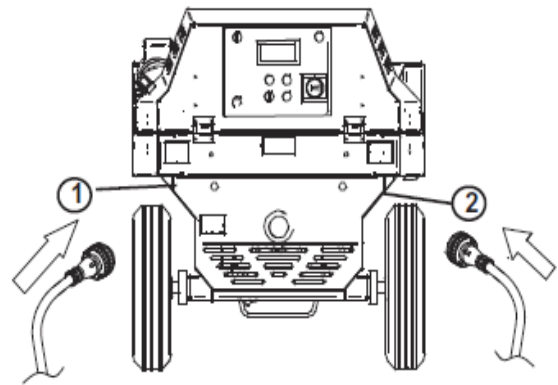

FIG.6
Fonctionnement : après avoir positionné et branché la machine et avant de verser le matériau dans la trémie, positionner l'interrupteur sur la position 1 (fig 6,7, réf1), le vibreur se met en marche. Verser le matériau. A la fin de l'opération, remettre l'interrupteur dans la position OFF, enlever les résidus restés dans le tamis.
10.1 BRANCHEMENT ÉLECTRIQUE (voir fig.6)
Relier l'alimentation à la fiche de la guniteuse (fig.6, réf.1) La fiche d'alimentation 2P+T monophasée 3P+T triphasée et la prise pour la commande à distance 3P+T JAUNE doivent être du type volant IP67.
En présence de malaxeuse optionnelle la relier à la prise de la guniteuse (fig6, réf.2).